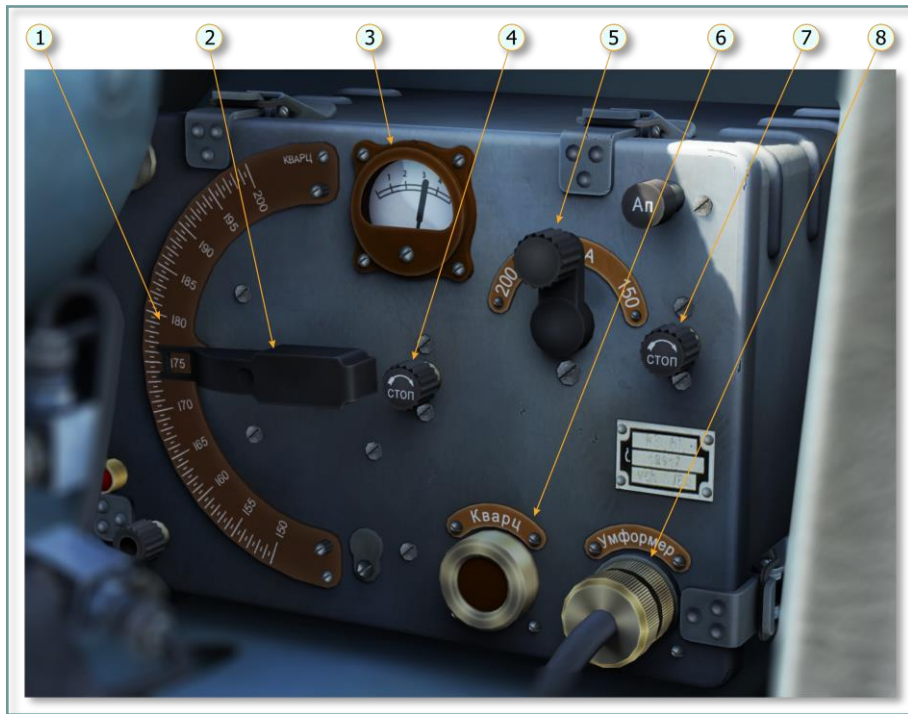

Рис. 6.3. Элементы управления передней панели передатчика РСИ-6К
На передней панели передатчика имеются органы управления частотой контура, настройкой антенны и контроля настройки, Рис. 6.3:
В игре реализована возможность одновременной настройки и приёмника РСИ-6М1, и передатчика РСИ-6К на одну и ту же волну (частоту). Эта возможность реализуется при настройке волны (частоты) с ПДУ. При вращении ручки настройки волн (1) на ПДУ приёмника одновременно вращаются ручки (2) и (5) Рис. 6.3 передатчика.